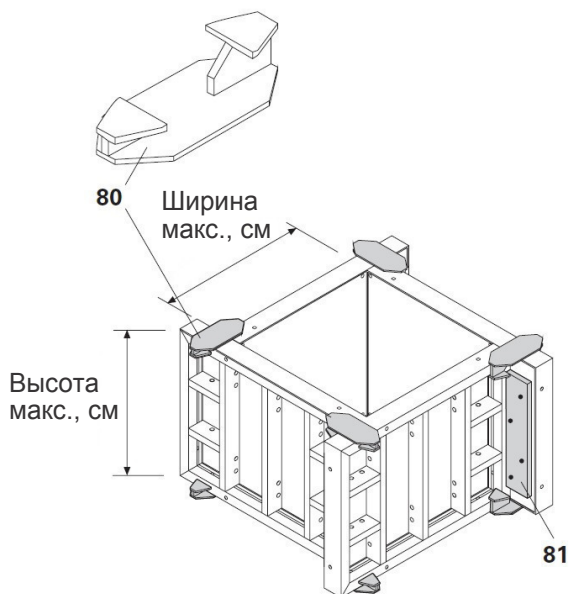

Рис. 58
Накладка для фундаментов TRIO (80) предназначена для опалубки столбчатых фундаментов по принципу «ветряной мельницы». Положение накладок для фундамента может фиксироваться с помощью рейки и гвоздей (81). (Рис. 58)